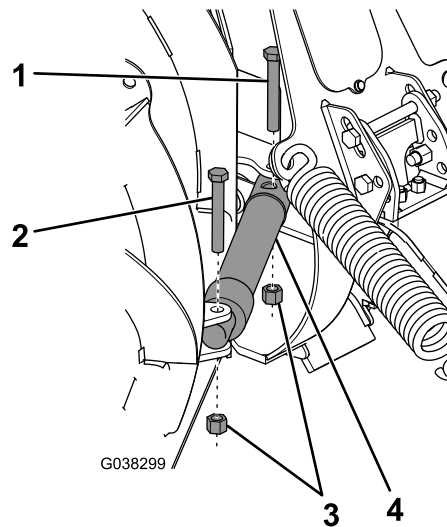

Figura 3
4. Sujete los extremos de los cilindros de ángulo al conjunto de bastidor de empuje usando 2 pernos hexagonales (3½") y tuercas de seguridad (Figura 3).
- Sujete el extremo del vástago de los cilindros de ángulo a las palas usando 2 pernos hexagonales (3") y 2 tuercas de seguridad (Figura 3).